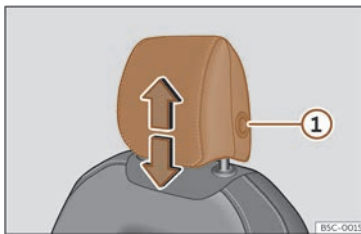
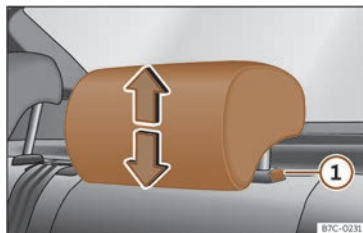

Fig. 91 Seient davanter: regulació del reposacaps.
Fig. 92 Reposacaps del darrere: regulació del reposacaps.
- Agafeu el reposacaps amb les dues mans pels costats i empenyeu cap amunt fins a encaixar-lo amb la posició desitjada. Per abaixar-lo, feu la mateixa acció tot prement el botó lateral ① >>> **fig. 91**, >>> **fig. 92**.